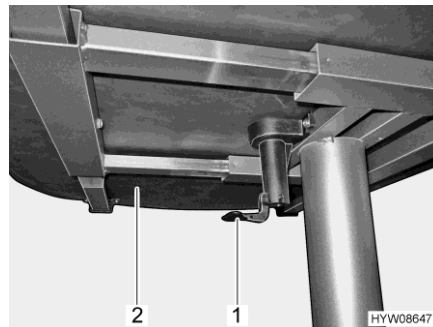

Bild 64 Spak för förskjutning av bordsskivan
- Dra eller tryck spaken (Bild 64,1) nedåt.
- Skjut bordsskivan (Bild 64,2) till önskad position.